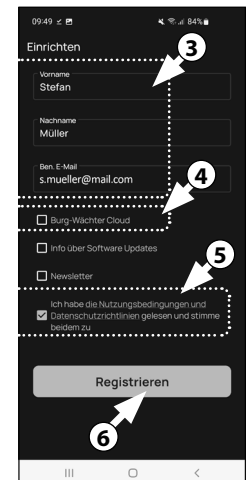

Abb. 3
- 3 Geben Sie Ihren Namen und eine Mailadresse ein (Abb. 3).
- 4 Wählen Sie den Punkt: „BURG-WÄCHTER Cloud“ ab, dieser ist für die Einrichtung nicht erforderlich und kann daher zunächst vernachlässigt werden (Abb. 3). Eine Erklärung zu diesem Thema erhalten Sie in der Hauptanleitung auf unserer Webseite (siehe Link auf der Titelseite).
- 5 Lesen Sie sich die Nutzungsbedingungen und Datenschutzrichtlinien durch und stimmen Sie diesen zu (Abb. 3).
- 6 Tippen Sie auf „Registrieren“ (Abb. 3).